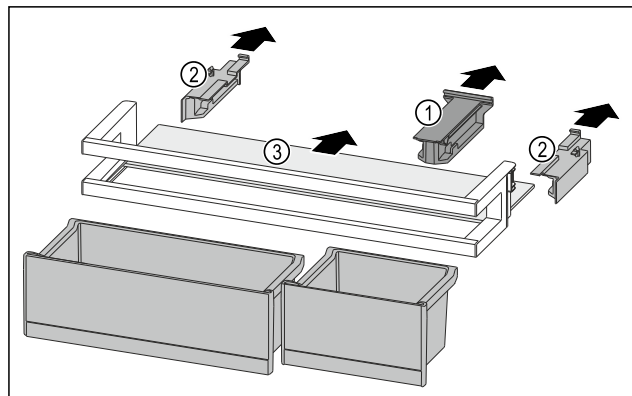

Fig. 275
- Zdjąć element trzymający Fig. 275 (1).
- Zdjąć elementy boczne Fig. 275 (2).
- Wyjąć półkę Fig. 275 (3).